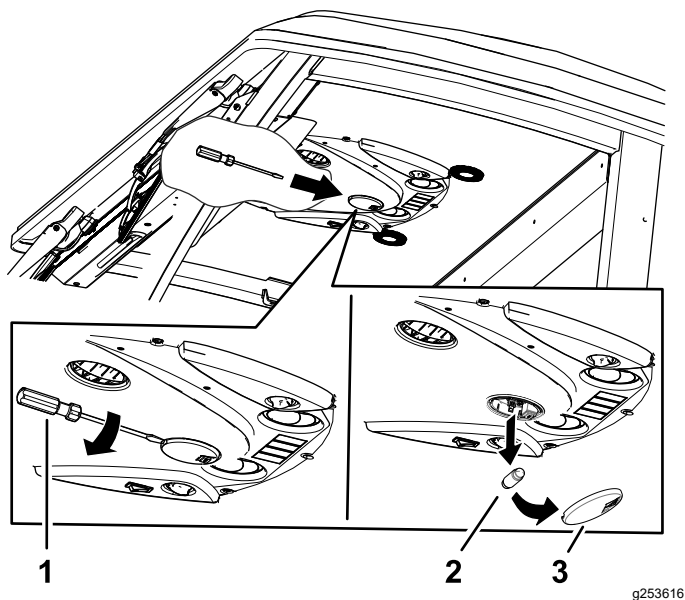

Figura 89
1. Folosii o urubelniță pentru a îndepărta lentila lămpii de pe panoul de comandă. (Figura 89).
2. Îndepărtați becul de la baza lămpii (Figura 89).